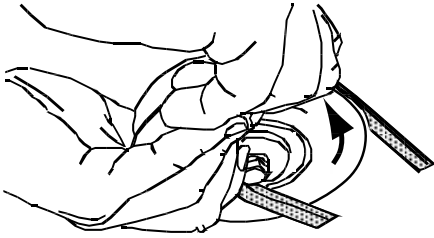

Figura 4-18
9. Tire del lado derecho de la correa y coloque el lado V angosto de la correa en la polea de la PTO. Vea la Figura 4-18.